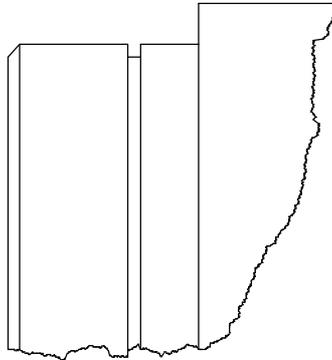

Abbildung 4.20: Detail der Draufsicht
Wie in Abbildung 4.1 dargestellt, muß noch ein Detail (Abbildung 4.20) in verändertem Maßstab aus der Zeichnung herausgezogen werden. Dazu kann man wie folgt vorgehen:
- ? Antippen eines Eckstart- und eines Eckendpunktes zur Erfassung, siehe Abbildung 4.20.